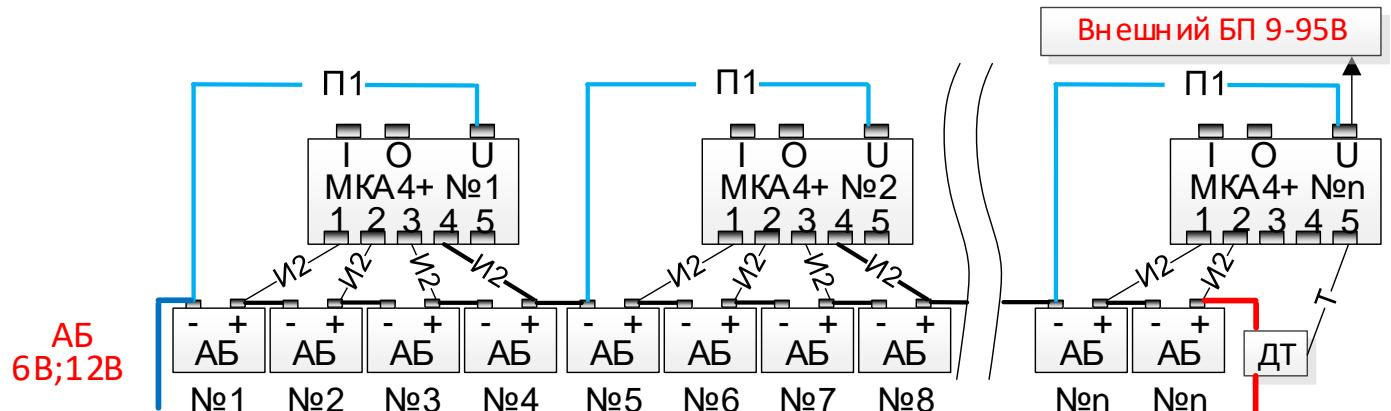
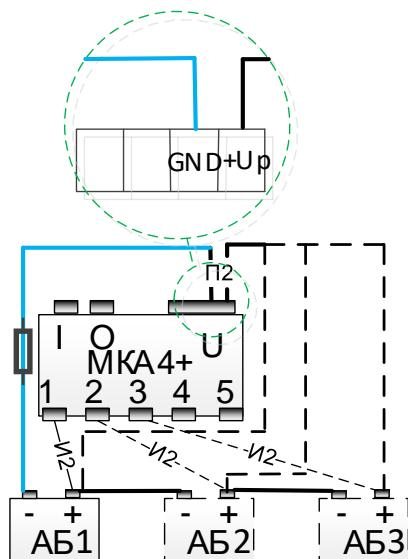

Рис.8. Пример подключения АБ 6В или 12В по 4 шт. на 1 МКА4+.
Рис.9. Схема подключения МКА4+ с кабелем П2 с 1,2 или 3-мя АБ 12В либо с 2- или 3-мя АБ 6В.
Если МКА4+ мониторит менее 4-х аккумуляторов, запитывать его нужно одним из двух способов: а) от внешнего источника питания (рис. 8, МКА4+ №n), б) через кабель П2, позволяющий подать питание от «+» аккумулятора (с большим порядковым номером относительно минуса всей цепи АБ) на разъем U (клемма +Up). См.рис.9.
6. В случае применения в системе мониторинга датчика тока ДТ1 установить джамперы J14, J17. Отключить имитатор от кабелей И2. Подключить имитатор к разъему кабеля Т согласно рис. 9. (1.х означает, что этот проводник можно подключить к любой точке 1.1...1.5 имитатора). Отключить кабель И2 от разъема X5 МКА4+. Подключить кабель Т с имитатором на конце к разъему X5 МКА4+. Убедиться в верном выполнении пп.4.4. раздела 4. При необходимости выявить причину неполадки и по возможности устранить.